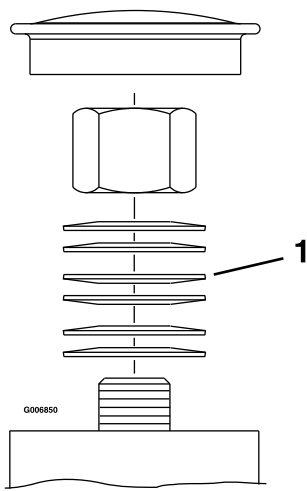

Bild 55
3. Entfernen Sie den Staubdeckel vom Laufrad und ziehen Sie die Sicherungsmutter an, bis die Federscheiben flach sind. Drehen Sie sie dann um eine Viertelumdrehung heraus, um die Vorlast auf die Lager einzustellen (Bild 54 und Bild 55).
Wichtig: Achten Sie darauf, dass die Federscheiben richtig eingesetzt sind, wie in Bild 54 und Bild 55 abgebildet.